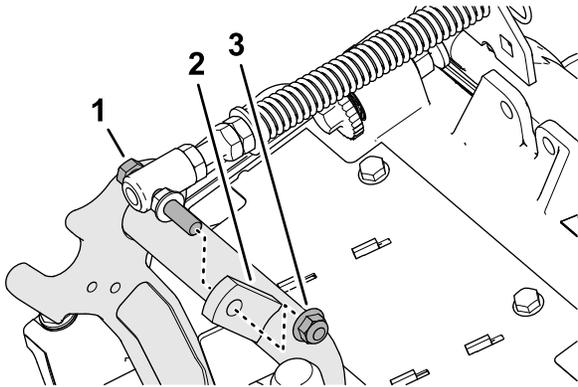

图 12
3. 拆下将草坪补偿弹簧的平头螺丝固定到承载架右侧凸耳的凸缘锁紧螺母 $\frac{3}{8}$ 英寸然后从滚刀组上拆下补偿弹簧图 12。